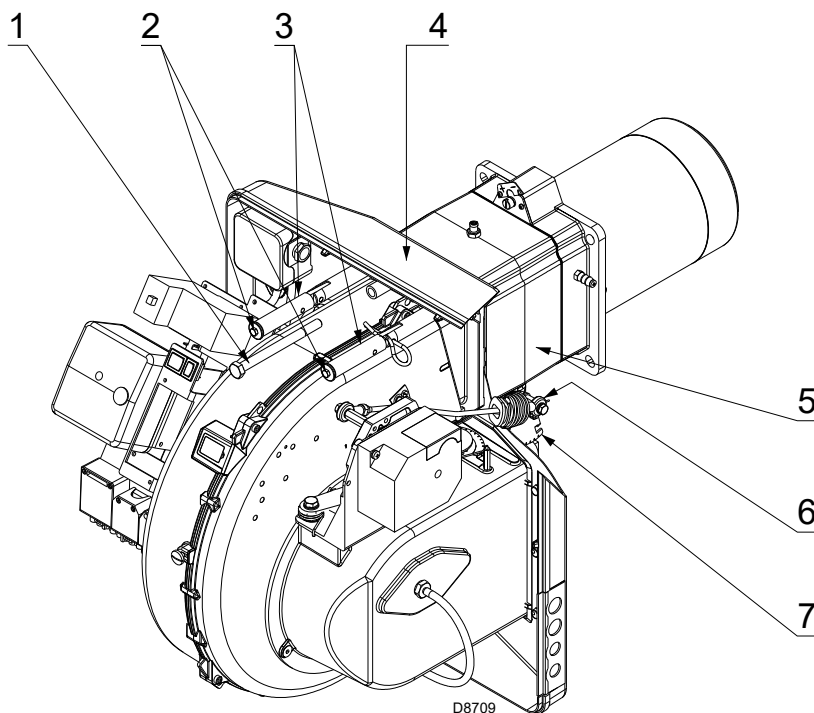

Fig. 17
- inserir o cabo da sonda e o cabo do eléctrodo, então fazer deslizar o queimador até a mangueira, queimador na posição ilustrada na Fig. 17;